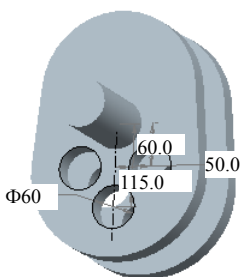

图 15.4.14 选择尺寸
(5) 定义设计约束。
① 在“优化/可行性”对话框的**设计约束**区域中,单击**添加...**按钮。
② 在系统弹出的“设计约束”对话框中,进行下列操作:
③ 用同样的方法定义设计约束 YCOG:ANALYSIS1=0。
(6) 定义设计变量。
① 在“优化/可行性”对话框的**设计变量**区域中,单击**添加尺寸...**按钮。
② 在系统的 **选择特征或尺寸** 的提示下,单击模型树中的“拉伸 3”切削特征,然后选择图 15.4.14 中的尺寸 50、60、115、 $\Phi 60$ 。